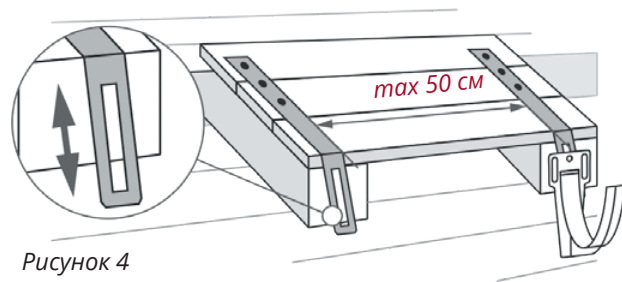

Рисунок 4
1. Установите первый и последний удлинитель кронштейна на скате к обрешетке, используя «жёлтые» саморезы PZ (5,0x40мм) (рис.4).
3. Используя шайбы, винты и гайки М6, закрепите пластиковые кронштейны на удлинителе в верхнее центральное отверстие (Рис.4). Наклон желоба регулируется перемещением кронштейна относительно удлинителя по овальному отверстию вверх или вниз. Шаг между удлинителями не должен превышать 50 см.